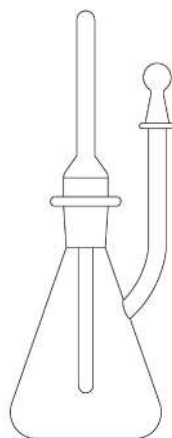

Рис. 161. Пикнометр Менделеева
2. **Пикнометр Менделеева** (рис. 161) оснащен термометром, который позволяет непрерывно вести наблюдение за изменением температуры исследуемого вещества.